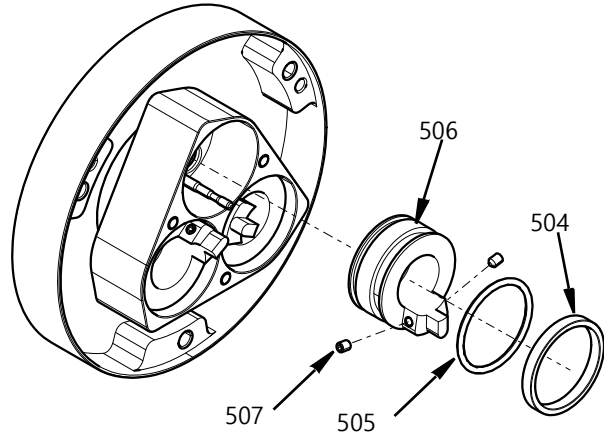

FIG. 11
- 피스톤 및 로드 차단 밸브의 잠금을 해제하는 M4 고정 나사(507) 2개를 풀어 피스톤 (506)을 제거하십시오. 나사를 제거하면 피스톤(506)에 접근할 수 있습니다. O링 (505) 및 가이드 링(504)을 제거할 수 있습니다. FIG. 11.